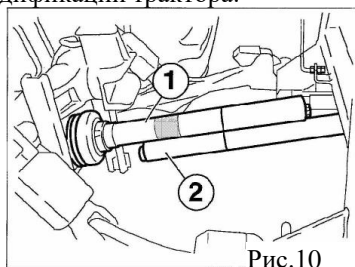

Рис.10
- половины (1) и (2) рис.10 присоедините к трактору и орудью. (Широкоугольная муфта устанавливается на орудие согласно указательным символам на карданном вале.);